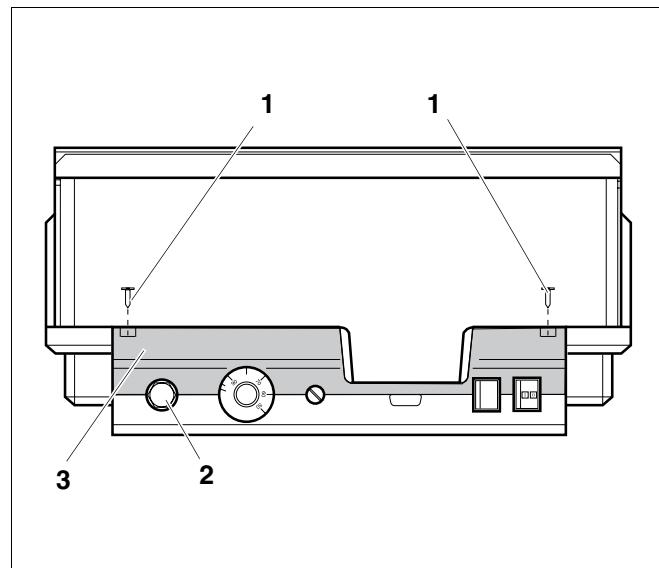

Рис. 2 Система управления Logamatic 4...
- Для настройки нужной температуры на предохранительном ограничителе (STB) (рис. 2, поз. 2) его нужно вынуть из корпуса.
- Для демонтажа предохранительного ограничителя температуры нужно открутить два винта (рис. 2, поз. 1).
- Снять крышку (рис. 2, поз. 3).
- Открутить защитный колпачок (рис. 2, поз. 2).